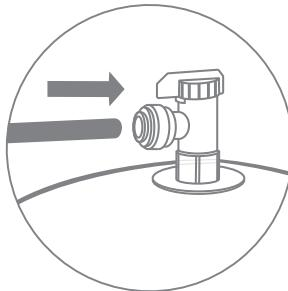

Рис. 16
2. Подключите свободный конец синей трубы  $1/4"$ , идущей от фитинга-тройника угольного постфильтра к вентилю накопительного бака: вставьте пластиковую трубку в вентиль до упора (рис. 16), для герметизации соединения приложите дополнительное усилие, при этом трубка утопится еще примерно на 3 мм и будет плотно обжата резиновым кольцом фитинга.